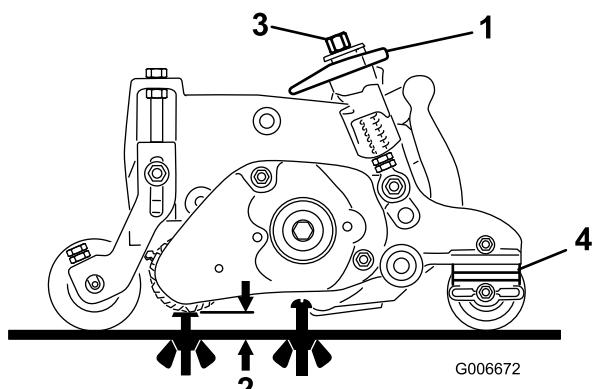

図 22
3. クイックアップ・レバー（図 22）で、グルーミング位置（ハンドルがカッティングユニットの前方を向くように）セットする。刈高およびグルーミング高さ推奨範囲を参考にして高さを設定する。
4. グルーミング・リールの片方の端部で、グルーマの刃の一番下に突き出ているところから床までの高さを測定する（図 22）。高さ調整ネジ（図 22）をつかって、グルーマの刃の高さを希望の高さに調整する。